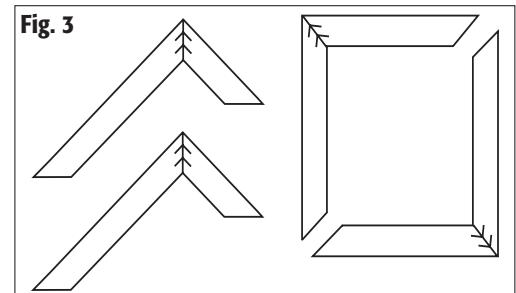

Fig. 3
*Always join sides of the frame first as shown. Then join the two halves to finish. Always put the longer length in vise on right hand side and shorter length on left hand side. (**Fig. 3**)*
*Commencez toujours par assembler les bords de la moulure comme sur le dessin. Puis terminez en assemblant les deux autres moitiés. Mettez toujours la longueur la plus longue dans la partie droite de l'étau et la plus courte dans la partie gauche. (**Fig. 3**)*